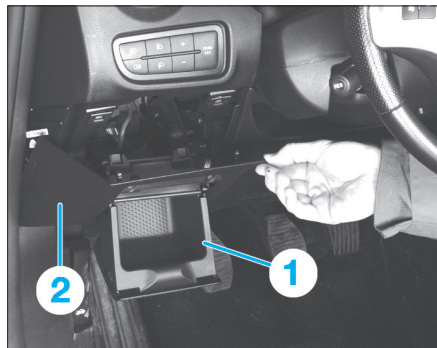

Fig. 9
- Ouvrir le vide-poches (1), puis dégraffer la trappe d'accès aux fusibles (2) (Fig.9).